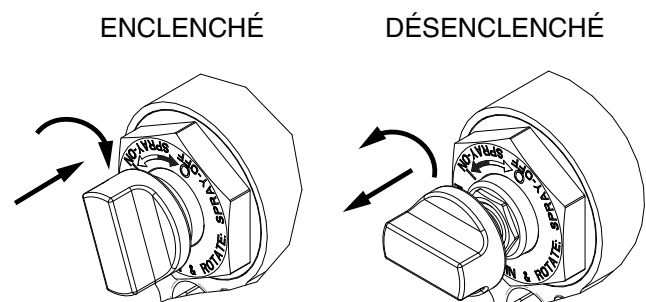

FIG. 6 Verrouillage de sécurité du piston
- Enclencher le verrouillage de sécurité du piston. Voir la FIG. 6.
Appuyer sur le bouton et le faire tourner en sens horaire. Une fois le verrouillage enclenché, le pistolet ne pourra pas fonctionner. Voir la FIG. 6.
Appuyer sur le bouton et le faire tourner en sens inverse aux aiguilles d'une montre jusqu'à ce qu'il ressorte. Un écart devrait alors séparer le bouton du corps du pistolet. Voir la FIG. 6.
1. Enclencher le verrouillage de sécurité du piston. Voir la FIG. 6.
1. Enclencher le verrouillage de sécurité du piston (G). Voir la FIG. 6.